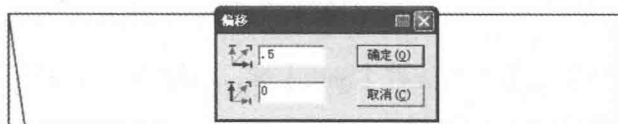

图 7-28 画里襟步骤 2
②选择  【调整】工具框选中线点按【Enter】键，输入纵向偏移量 0.5cm（图 7-28）。